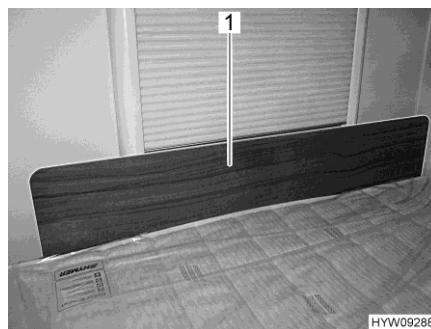

Fig. 112 Cache de protection/protection antichute
- Placer le cache de protection (Fig. 112,1) devant la fenêtre entre le matelas et le cadre de la fenêtre. Le matelas maintient le cache de protection dans sa position devant le cadre de la fenêtre.